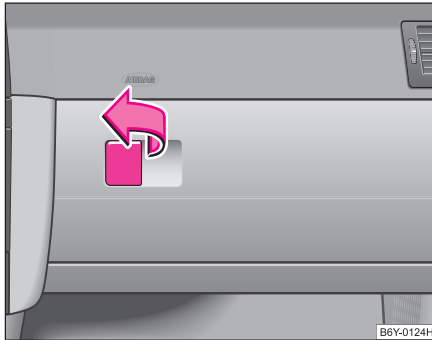

Abb. 74 Schalttafel:
- Ziehen Sie den Griff in der Klappe in Pfeilrichtung ⇒ Abb. 74 und schwenken Sie die Klappe nach unten.